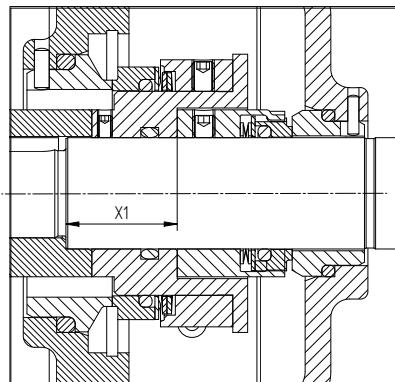

Рисунок 16: Регулировка механического уплотнения MD1.
- 6 Установите вращающуюся часть механического уплотнения (1220) на вал. Отрегулируйте вращающуюся часть механического уплотнения до расстояния X1 на рисунок 16 и в соответствующей таблице. Зафиксируйте ее закрепив установочный винт.